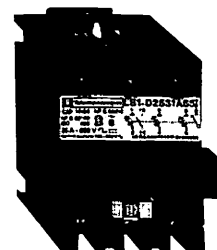

Fig. 3 : Sectionneur porte-fusible (Schneider).
- supporter les cartouches porte-fusibles destinées à protéger l'installation contre les courts-circuits (fig. 3).